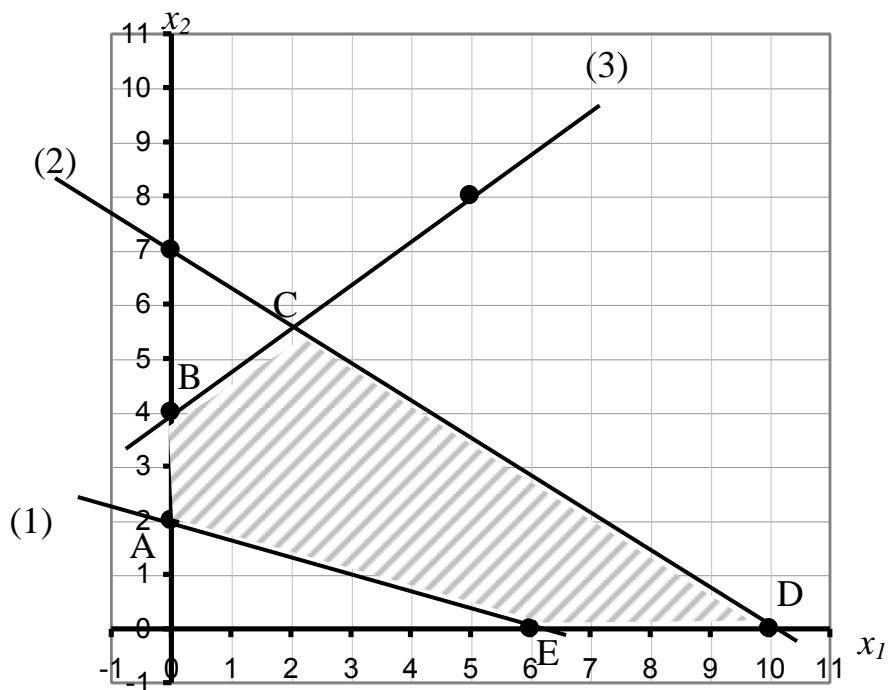

Рисунок 10 – Побудова області розв'язків системи нерівностей
Вирішимо графічно нерівності (1), (2) і (3). Областю розв'язків системи нерівностей буде та область площини, у якій перетинаються напівплощини розв'язків кожної нерівності. У нашому прикладі областю розв'язків системи нерівностей є багатокутник ABCDE (рис. 10).